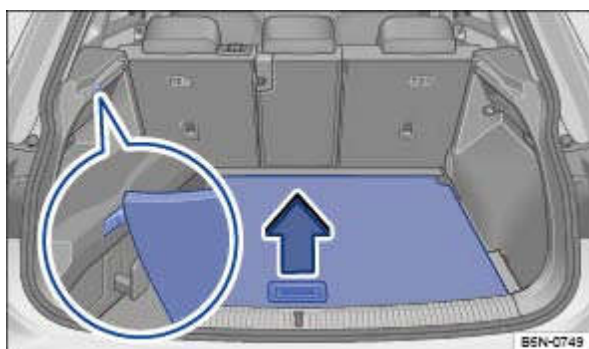

Fig. 111 Dans le coffre à bagages : soulèvement du plancher de coffre à bagages
- Pour *ouvrir* le plancher de coffre à bagages, saisissez d'une main la poignée du plancher de coffre à bagages → Fig. 111 puis relevez le plancher de coffre à bagages dans le sens de la flèche jusqu'à ce qu'il soit maintenu par les crantages latéraux → Fig. 111 (agrandissement).